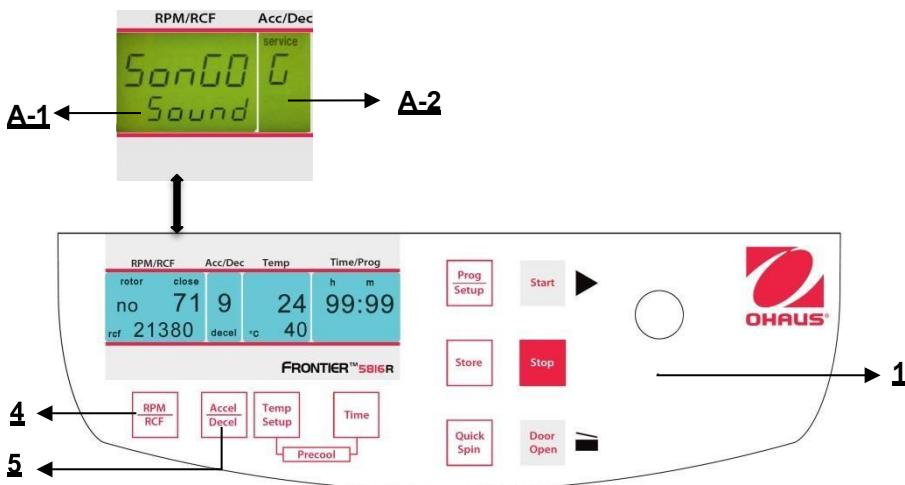

Abbildung. 37
Fahren Sie fort wie unter Punkt 4.1.1 beschrieben, um in den Programmmodus einzutreten und drücken Sie dann die Taste "Accel/Decel" (5). Auf der Anzeige "Acc/Dec" (A-2) blinkt das Wort "Service". Wählen Sie nun den Buchstaben "G" mit Hilfe des Anpassungsknopfes (1). Als Ergebnis erscheinen auf der Anzeige "RPM | RCF" (A-1) die Worte "SonGo/Sound". Nach dem Drücken der Taste "RPM | RCF" (4) können Sie mit Hilfe des Anpassungsknopfes (1) ein Lied auswählen. (Siehe Abbildung 37).